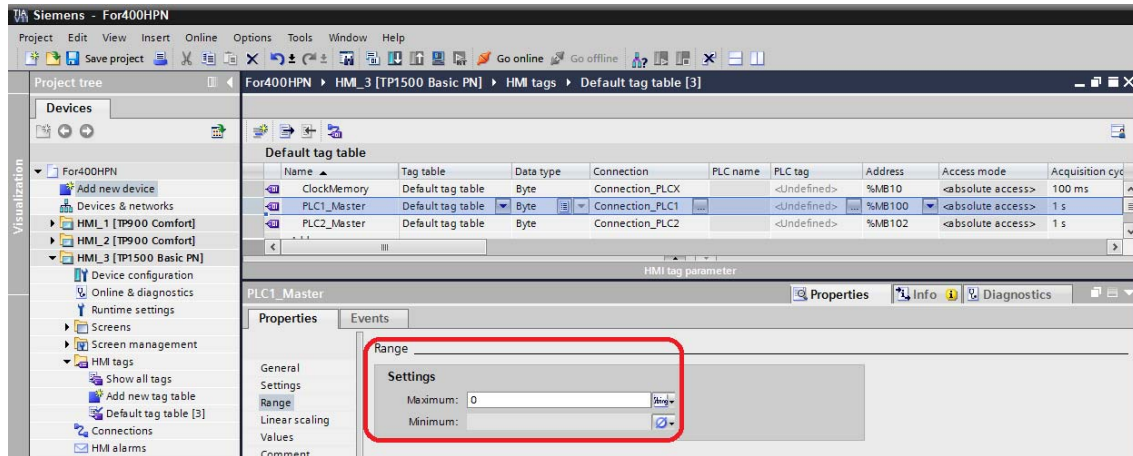

图 9
- (E) 在 Connection 中添加用于创建过程变量的连接 Connection_PLCX，通信驱动选择“SIMATIC S7-300/400”，设置 IP 地址为 192.168.0.101，Expansion slot 为 3，Rack 为 0
- (F) 在 HMI tags 中添加如下外部过程变量，在变量 PLC1_Master 和 PLC2_Master 的 Properties-Range-Settings 中设置 Maximum 为 0，如图 9 所示。